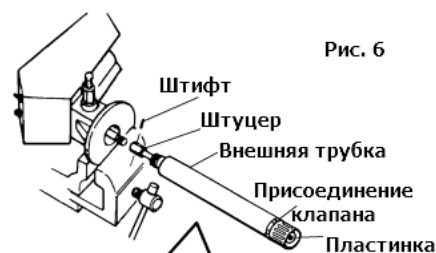

Рис. 6
- 4) Закрепите насос в тисках (Рис.6).
- 5) Установите гаечный ключ на переходник клапана и открутите его. Выходной патрубок можно вынуть из насоса. Затем продолжайте вытягивать его, пока не коснетесь штуцера, который соединяется с двигателем. Вытащите штифт, открутите штуцер, отделите нижний насос от двигателя (Рис. 6).
- 6) Вытяните внешнюю трубку. Если вытащили только переходник клапана, открутите гайку и снимите пластину. Затем вытащите внешнюю трубку и прикрутите входной патрубок с помощью трубного ключа (установленного на части входного патрубка с выемкой). Вытащите штифт, открутите штуцер, снимите нижний насос (Рис. 6, 7).
- 15) Вставьте всасывающий патрубок с противоположной стороны переходника клапана. Снимите штуцер с всасывающей трубки и прикрутите его к штоку со стороны мотора. Отрегулируйте положение отверстия для штифта всасывания и штуцера и вставьте штифт (Рис. 6).